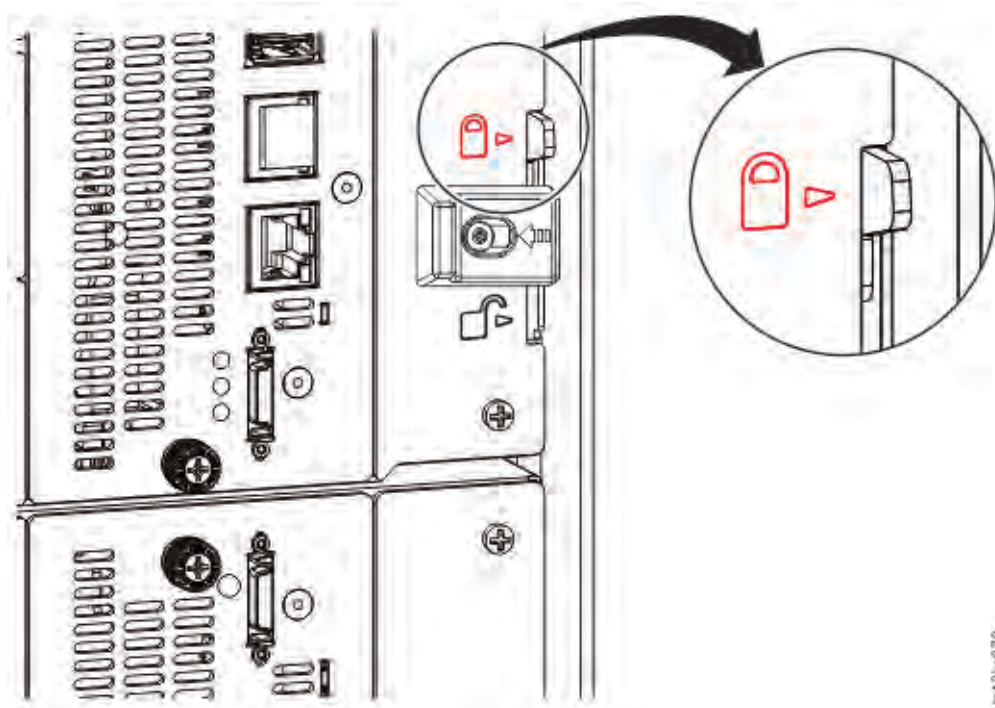

Figura 45. Leva di allineamento bloccata o agganciata al modulo inferiore
2. Dalla parte posteriore della libreria, iniziando con la coppia inferiore di moduli, allineare ciascun modulo con il modulo sottostante. Ripetere per ogni coppia di moduli. Fare riferimento a Figura 45 a pagina 64.